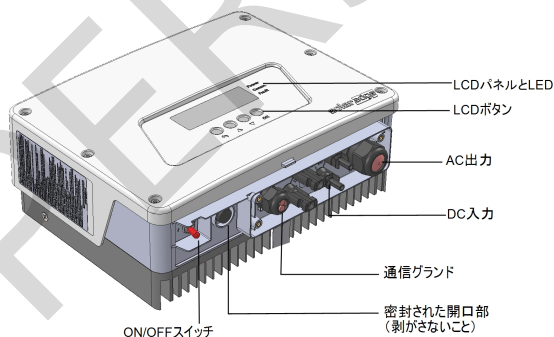

図 3:パワーコンディショナのインターフェース
4. ACケーブルグラントを緩めて、ケーブルをグラントに挿入します（図3を参照してください）。